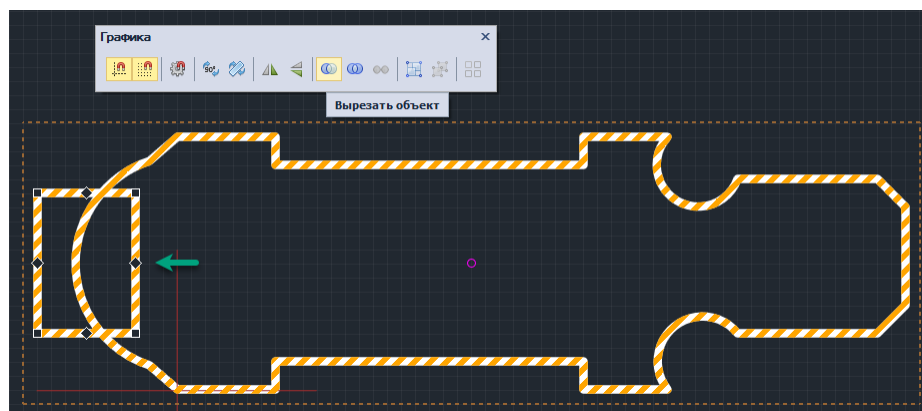

Рис. 65 Размещение области выреза
1. В редакторе на слое «BOARD_OUTLINE» создать дополнительный объект с формой, соответствующей создаваемому вырезу (прямоугольник, окружность, многоугольник). Переместить созданный объект на границу контура платы таким образом, чтобы его часть, включенная в состав платы, определяла форму и приблизительные размеры требуемого выреза, см. Рис. 65.